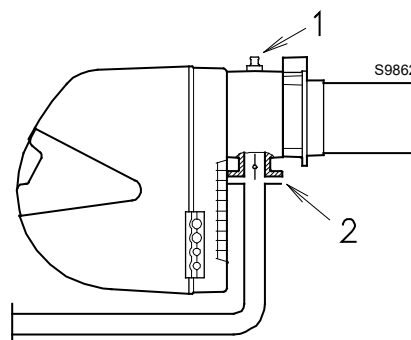

Abb. 39
Gasdruck, an der Entnahmestelle 1)(Abb. 39) bei:
Strömungsverlust Gasdrossel 2)(Abb. 39) bei maximaler Öffnung: 90°.
- Ziehen Sie vom Gasdruck am Anschluss 1)(Abb. 39) den in der Brennkammer vorhandenen Druck ab.
Gasdruck an der Entnahmestelle 1)(Abb. 39) = 6,4 mbar
Um stattdessen den am Anschluss 1)(Abb. 39) notwendigen Gasdruck zu ermitteln, nachdem die MAX.-Leistung festgelegt wurde, bei der Brenner arbeiten soll:
- In der Tabellen den Druck am Anschluss 1)(Abb. 39) ablesen.
An der Entnahmestelle 1)(Abb. 39) erforderlicher Druck.